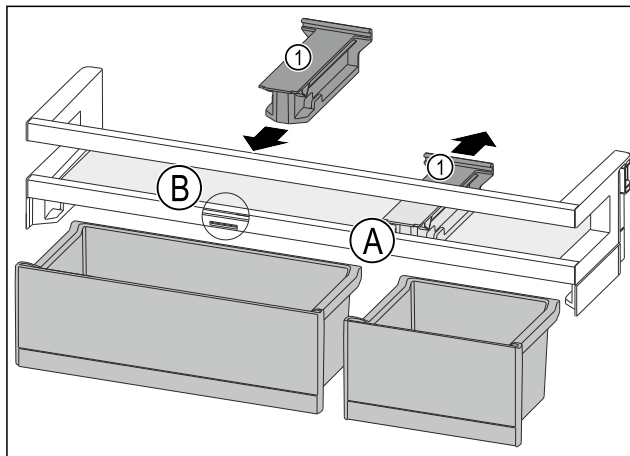

Fig. 188
- ▶ Снимите крепление Fig. 188 (1) в позиции Fig. 188 (A), отодвинув его назад.
- ▶ Установите крепление Fig. 188 (1) в позиции Fig. 188 (B).